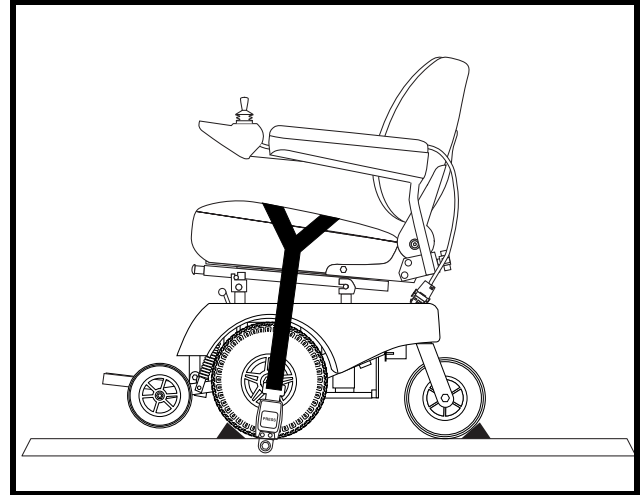

Figure 11. Positionnement de la sangle-Y
4. Fixez l'appareil de mobilité à la plateforme en enroulant la sangle-Y autour du siège et en bouclant la sangle solidement. Voir la figure 11.